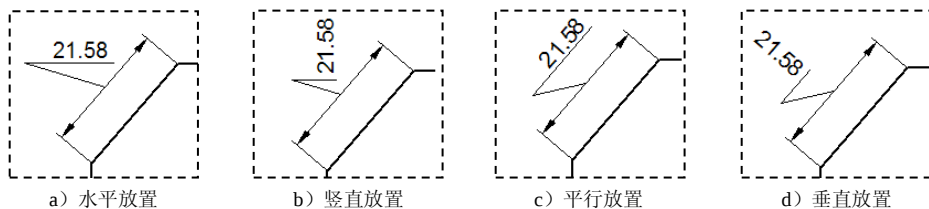

图 8.3.28 覆盖引出的文本
- ☒ ☒ 覆盖引出的文本 (Y) 复选框: 用于设置尺寸文本从尺寸线中拉出来的放置位置以及放置方向,如图 8.3.28 所示。